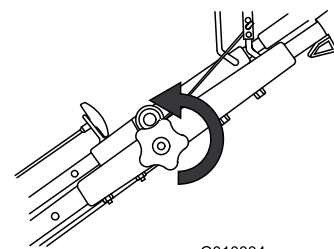

Bild 15
1. Lösen Sie das Handrad des oberen Bügels (Bild 15).